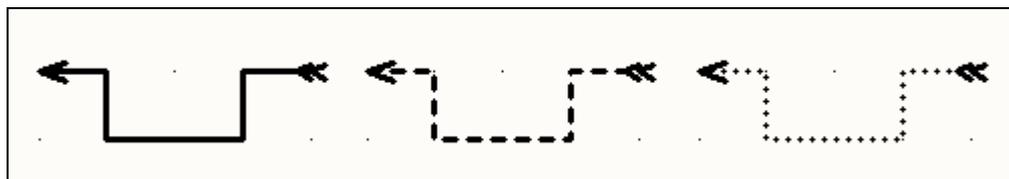

图 3-92 各式各样的直线样式
- 【Line Style】直线样式：直线的样式可以设定为实线、虚线、点线，效果分别如图 3-92 的各图所示。